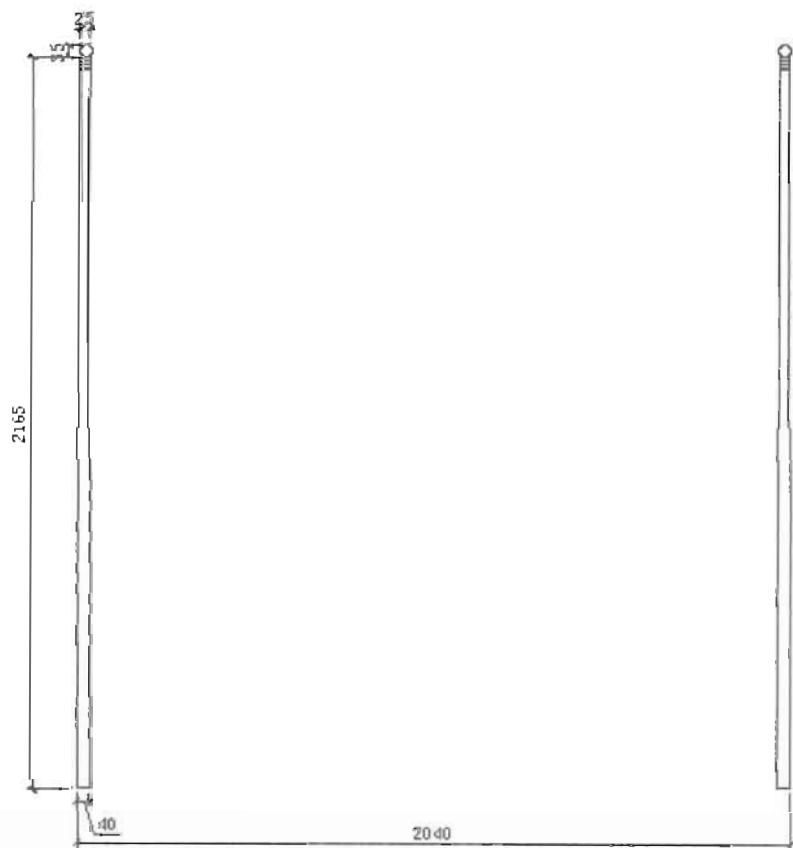

图 5-80
(4) 单击“修改”工具栏中的“复制”按钮 , 将绘制好的床柱向右复制, 复制距离为 2000mm, 如图 5-80 所示。